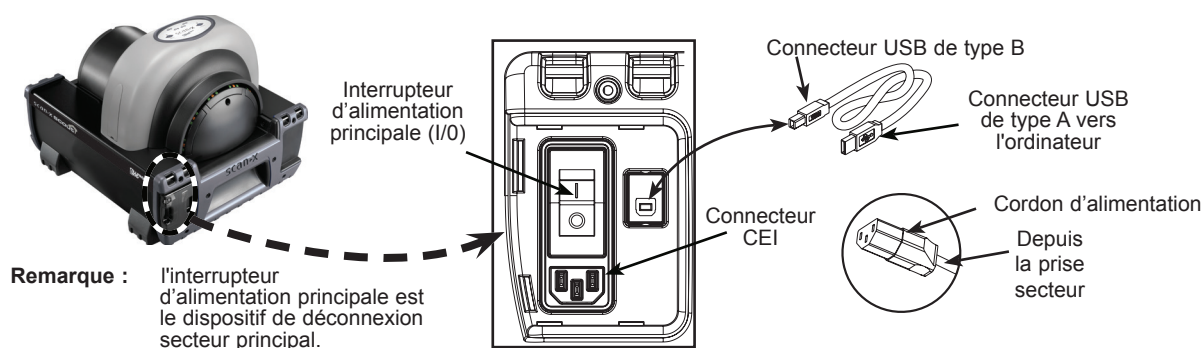

Figure 5. Connexions du ScanX
Reportez-vous à la Figure 5 et suivez la procédure ci-après pour connecter le ScanX (avec ou sans batterie) à un ordinateur pour la première fois.
Reportez-vous à la figure 5 et suivez la procédure ci-dessous pour reconnecter le ScanX à un ordinateur précédemment initialisé pour un fonctionnement normal à l'aide de l'alimentation secteur.
1. Reportez-vous à la Figure 5, assurez-vous que le ScanX est correctement configuré et effectuez les étapes a ou b en fonction de la puissance utilisée.